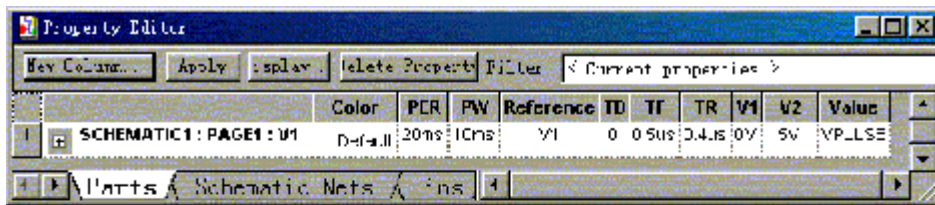

图 9.58 参数编辑窗口
电压脉冲源需要设置参数。用鼠标箭头点击VPULSE图形, 选中后单击鼠标右键, 选择Edit properties命令, 出现如图9-58所示的参数编辑窗口。
(2) 创建新仿真文件，名称为TD1，注意分析参数设置方法如图9-58所示。